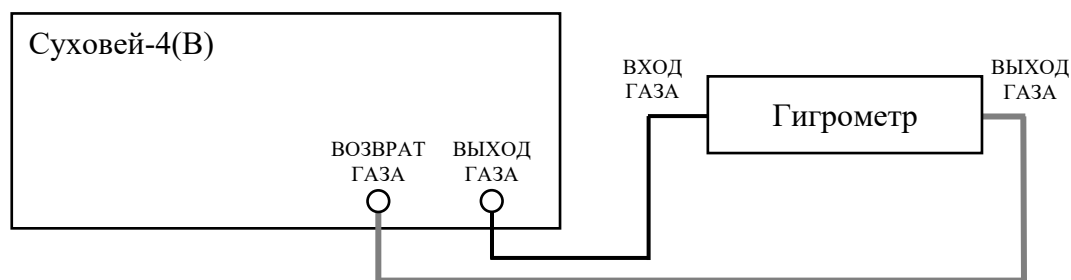

Рисунок 25 – Схема подключения одного гигрометра.
8.3.3. Выход поверяемого гигрометра (или измерительной камеры, в которую он установлен) подключите с помощью полиэтиленовой трубки к штуцеру «ВОЗВРАТ ГАЗА» на передней или задней панели генератора (5.2). Схема подключения показана на рисунке (Рисунок 25, серым цветом показаны пластиковые трубки, черным – металлические.).